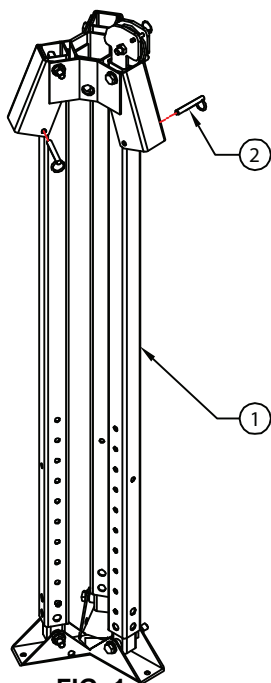

FIG. 1
1. Posez le trépied replié [1] sur le sol avec les pieds orientés vers le bas (voir Fig. 1).
2. Retirez les broches de retenue des pieds [2] des trois emplacements de la tête du trépied (voir Fig. 1).